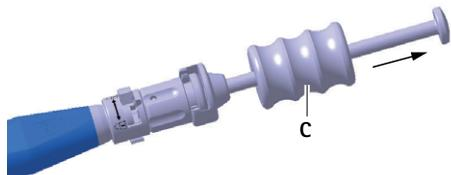

Rys. 5 Mocowanie wybijaka na instrumentie do wprowadzania
- ▶ Zamontować młotek C na instrumentie do wprowadzania A, patrz Rys. 5.
- ▶ Zamontować wybijk **B** na instrumencie do wprowadzania **A**, patrz Rys. 5.